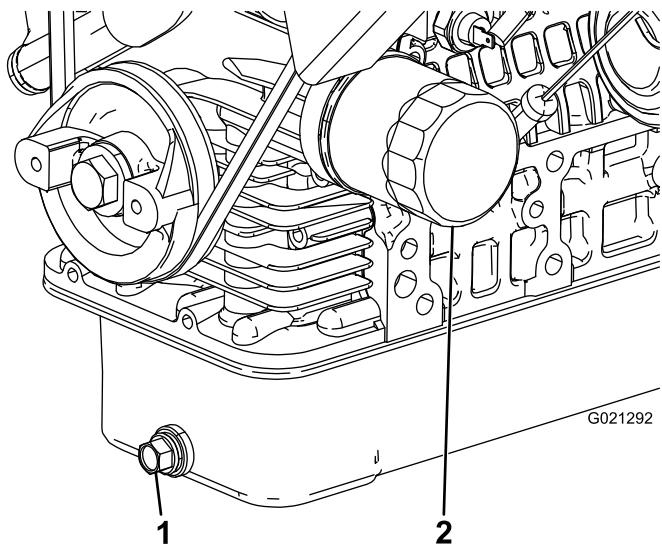

Bild 37
2. Entfernen Sie die Ablassschraube und lassen Sie das Öl in die Auffangwanne ab (Bild 37).
4. Entfernen Sie den Ölfilter (**Bild 37**).